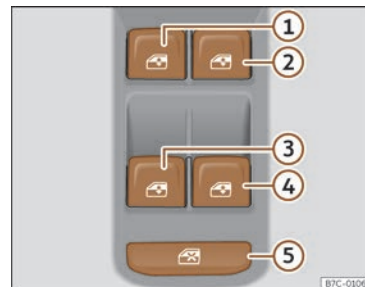

Fig. 83 Detall de la porta del conductor: comandaments per a les finestretes.
Mitjançant el comandament de seguretat >>> fig. 83 ⑤ de la porta del conductor podeu desactivar les tecles dels alçavidres de les portes del darrere.